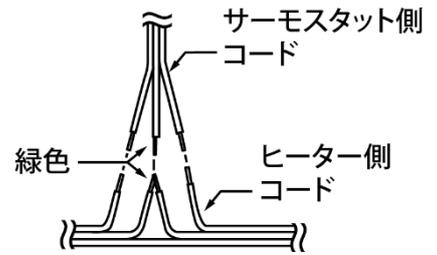

図 10. オイルヒーター側コードとサーモスタット側コードを結線する
4. 適切な規格のコネクターを使用して、サーモスタットとヒーターのワイヤーを結線します。ねじれや振動などから保護するために、結線部には絶縁テープを巻いてください(図 10)。